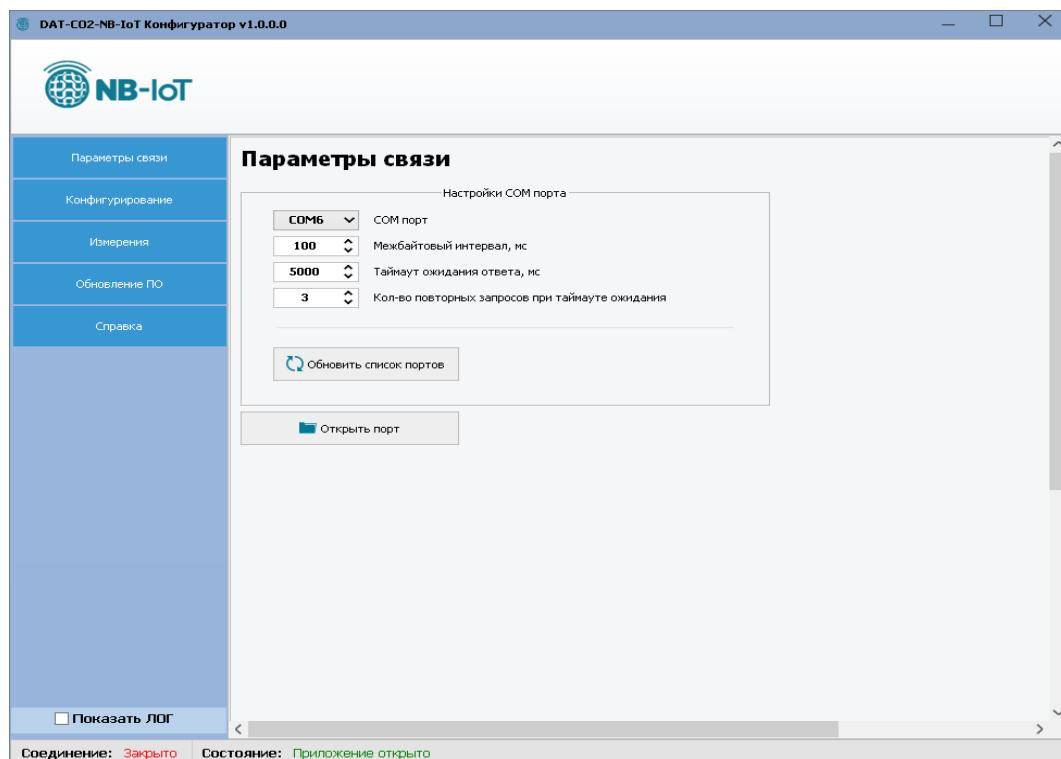

Рисунок 3 – Вкладка «Параметры связи»
На вкладке параметры связи (Рисунок 3), установить параметры:
- Выбрать на вкладке «Параметры связи» (Рисунок 3) соответствующий Сом-порт